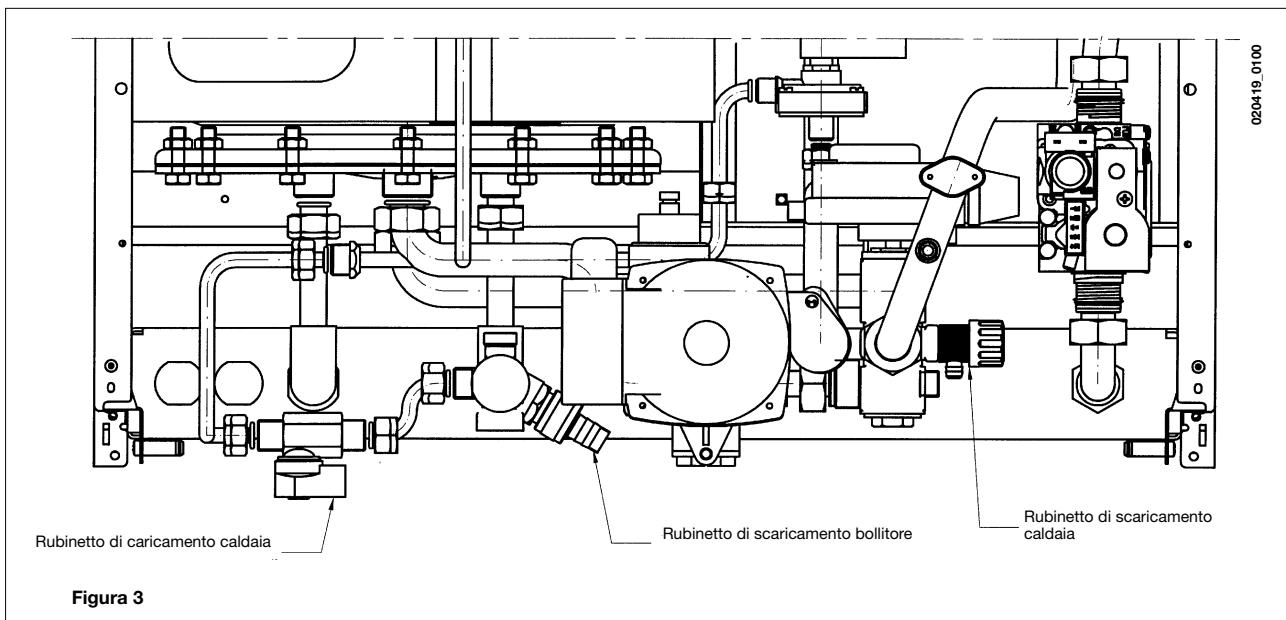

Figura 3
Importante: Verificare periodicamente che la pressione, letta sul manometro (14), ad impianto freddo, sia di 0,5 - 1 bar. In caso di sovrappressione agire sul rubinetto di scarico caldaia. Nel caso sia inferiore agire sul rubinetto di caricamento della caldaia (figura 3). E' consigliabile che l'apertura di tale rubinetto sia effettuata molto lentamente in modo da facilitare lo sfiorato dell'aria. Al termine di questa operazione potrebbe essere necessario portare momentaneamente il selettori 1 in posizione (0) per ripristinare il funzionamento dell'apparecchio. Se si dovessero verificare frequenti diminuzioni di pressione chiedere l'intervento del Servizio di Assistenza Tecnica autorizzato.